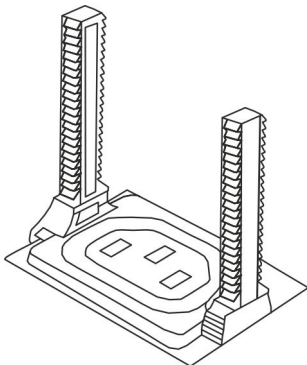

Abb. 16: Pfosten anbringen
1. ➤ Pfosten links und rechts mit der Aussparung nach innen in die Aufnahme stecken (Abb. 16).